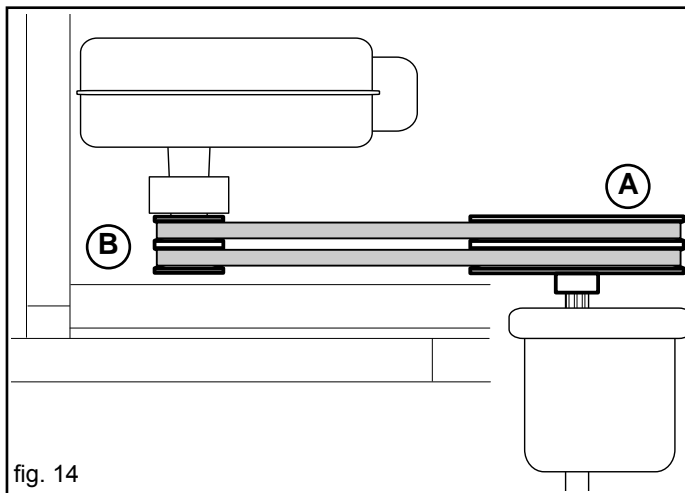

fig. 14
- 1) Les courroies doivent être introduites entre la poulie montée sur la prise de puissance arrière de la herse (A) et la poulie avec l'embrayage centrifuge du souffleur (B) (Fig. 14).